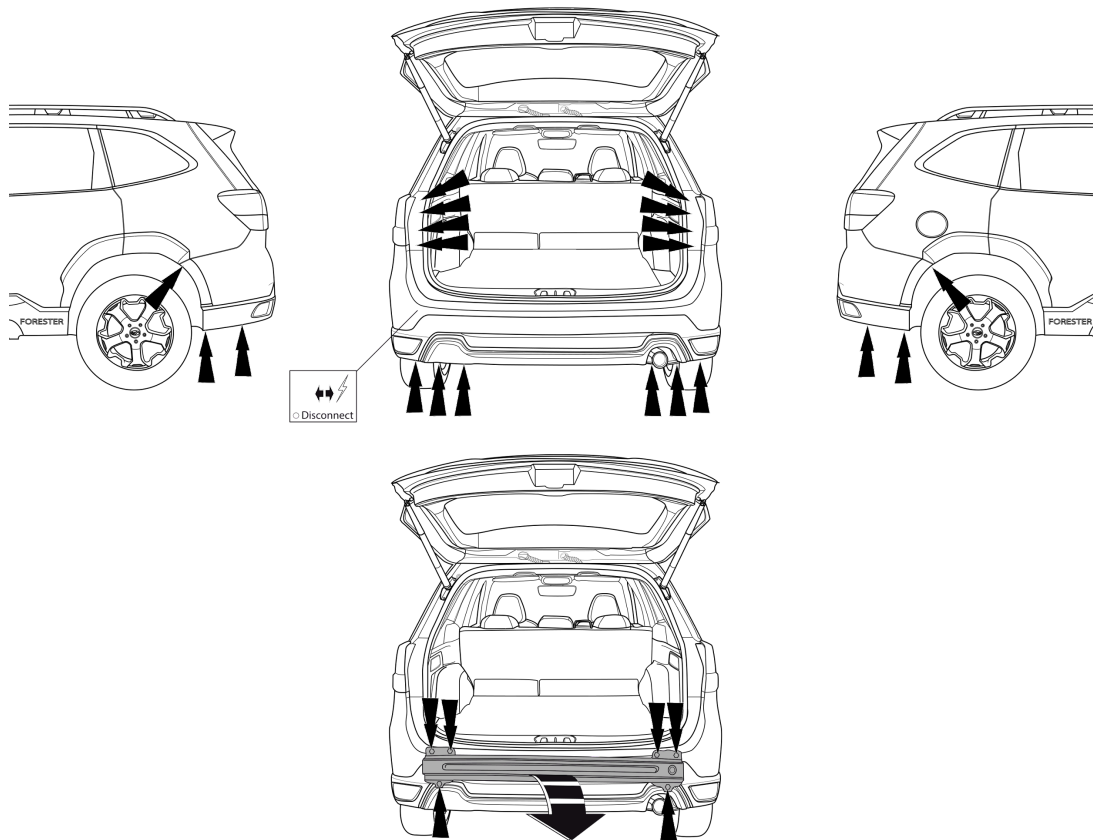

Fig. 1
1. Снять оба блока задних фар. Снять бампер вместе со буферным брусом автомобиля. Буферный брус больше не понадобится. См. рисунок 1.